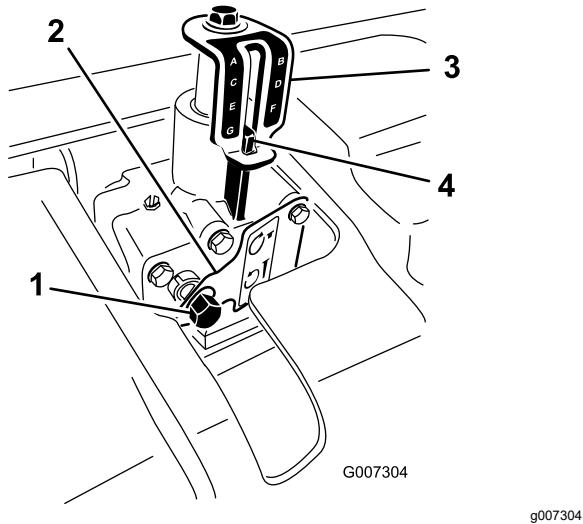

Figure 24
3. Insérez une douille de 9/16 pouce munie d'un rochet sur l'arbre d'entrée du dispositif de réglage de profondeur (Figure 24).
5. Tournez le dispositif de réglage de profondeur dans le sens horaire pour réduire la profondeur d'aération et dans le sens antihoraire pour augmenter la profondeur d'aération (Figure 24).
6. Tournez l'arbre d'entrée du dispositif de réglage de profondeur jusqu'à obtention de la profondeur voulue, comme montré sur l'autocollant indicateur de profondeur (Figure 24).